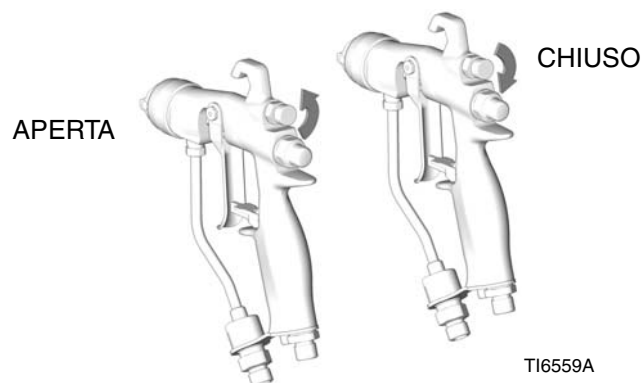

FIGURA 13
4. Chiudere fuori l'aria di regolazione del getto girando la manopola in senso orario (dentro) del tutto. Vedere la FIGURA 13. In questo modo la pistola viene impostata sul getto più largo.
*Per un ventaglio più stretto*, ruotare la manopola della valvola di regolazione del ventaglio in senso antiorario (fuori). Vedere la FIGURA 13. Se il ventaglio non è abbastanza ristretto, aumentare di poco la pressione dell'aria alla pistola o utilizzare un ugello di dimensioni diverse. (Non disponibile per pistole con ugello RAC).